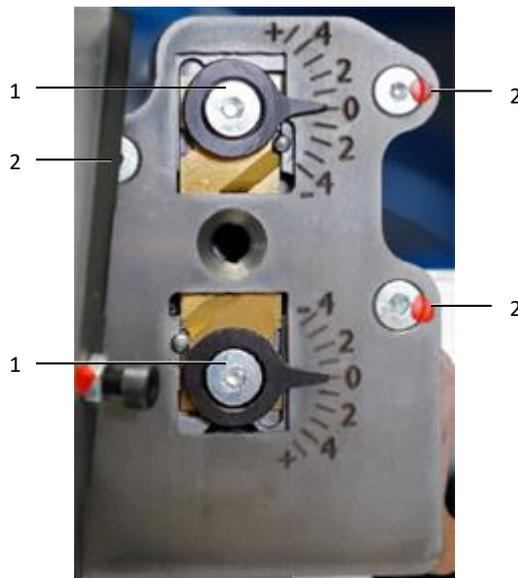

Abb. 17: Abisoliereinheit
- Entfernen Sie beide Exzenter (Abb. 17, Pos. 1) (Innensechskantschlüssel 2,5 mm).
- Lösen Sie die Befestigungsschrauben (Abb. 17, Pos. 2) (Innensechskantschlüssel 2,0 mm) und entfernen Sie die Abdeckung.